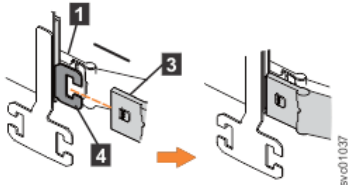

Figura 75. Instale o conector externo do CMA superior no membro externo do trilho de suporte
3. Instale o conector externo do conjunto de CMA superior (3) no membro externo do trilho de suporte esquerdo (4), conforme mostrado em Figura 75 na página 69.